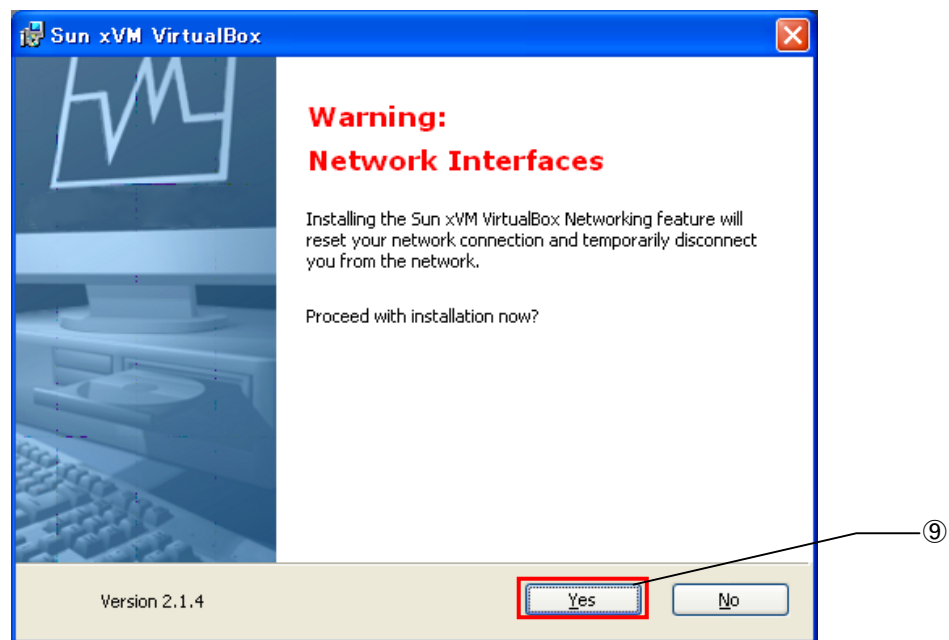

図 2-2-3-6. ネットワーク警告画面
- ⑩ 図 2-2-3-7 のインストール確認画面に変わるので、「Install」をクリックしてください。